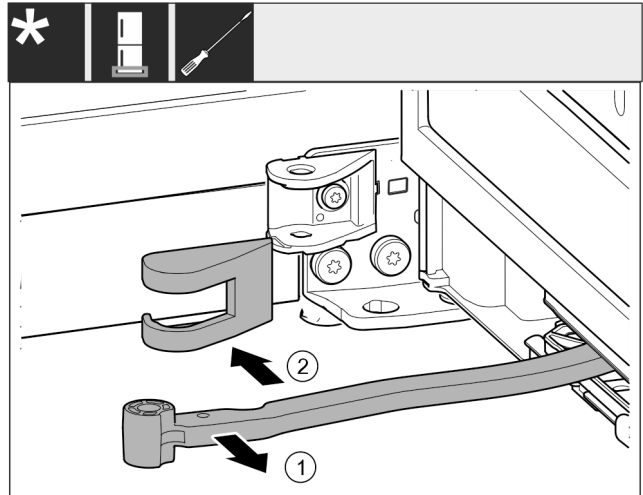

Fig. 16
- ▶ Scharnier Fig. 16 (1) in de richting van de deur draaien.
- ▶ Lagerbokafdekking Fig. 16 (2) verwijderen.